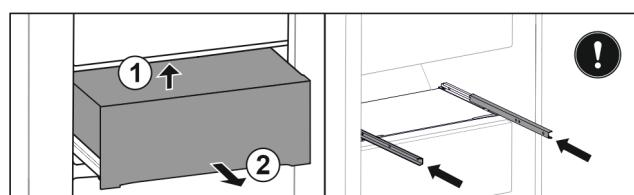

Fig. 126
- ▶ Повдигнете чекмеджето отдолу отзад. Fig. 126 (1)
- ▶ Извадете чекмеджето напред. Fig. 126 (2)